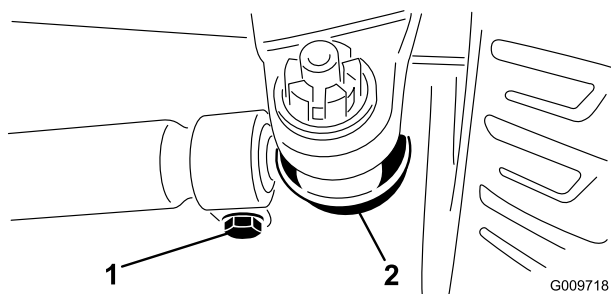

Figura 71
2. Para ajustar, remova o contrapino e a porca de cada uma das rótulas da barra de ligação. Remova a junta da barra de ligação do suporte do eixo (Figura 71).
3. Desaperte as abraçadeiras que estão em ambas as extremidades das barras de ligação (Figura 71).